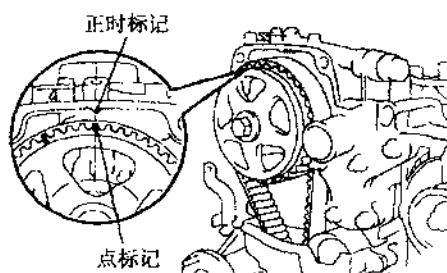

图 1-1-4 检查凸轮轴正时皮带轮上的点标记
②检查凸轮轴正时皮带轮上的点标记(60° 标记 BTDC)与 1 号轴承盖是否对准(见图 1-1-4)。若未对准, 则旋转曲轴 1 周(360°)。
(5) 用维修专用工具拆下曲轴皮带轮。注意: 不要旋转曲轴皮带轮。
(6) 拆下 1 号正时皮带罩、正时皮带导向器。
(7) 拆下正时皮带。
①检查凸轮轴正时皮带轮上的点标记(60° 标记 BDTC)与 1 号轴承盖是否对准(见图 1-1-4)。